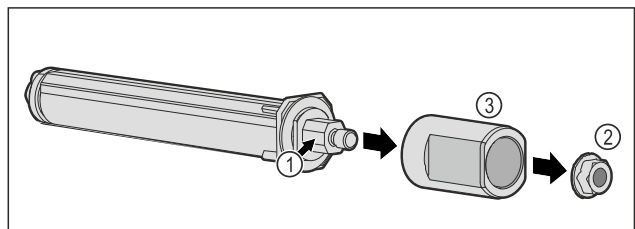

Fig. 58
- ▶ Не разглобявайте затварящата система на вратата Fig. 58 (1).
- ▶ Отстранете гайката Fig. 58 (2).
- ▶ Свалете втулката Fig. 58 (3).